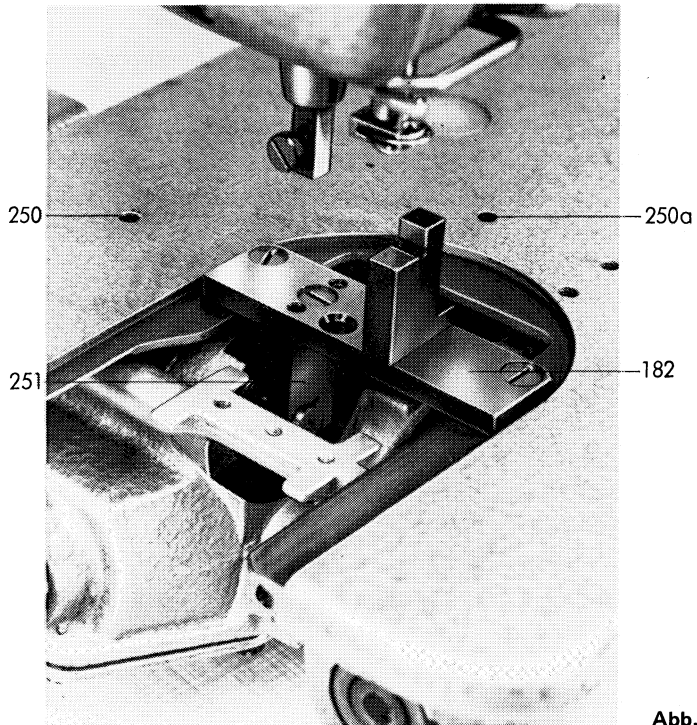

Abb. 37
1. Die Lehre 182 (Abb. 37) Bestell-Nr. 2653042 wie in Abschnitt 34. Absatz 1 bis 8 beschrieben auf der Stichplattenauflage befestigen und das Greiferantriebsgehäuse so verdrehen, daß die Greiferwelle an beiden Flächen des Winkels 251 anliegt (siehe Abbildung 37).
Beim Durchführen nachstehend beschriebener Einstellungen ist zu beachten, daß die Greiferwelle stets an den beiden Flächen des Winkels 251 (Abb. 37) der Lehre 182 anliegt.
5. Danach werden die Schrauben 222 und 223 fest angezogen, die Anschlagschrauben, die sich unter den Konterschrauben 250 und 250a (Abb. 37) befinden, wieder gegen das Greiferantriebsgehäuse gestellt und durch Anziehen der Konterschrauben gesichert.
6. Die Lehre 182 (Abb. 37) von der Stichplattenauflage entfernen.
4. Konterschrauben 250 und 250a (Abb. 37) Herausschrauben und die darunter befindlichen Anschlagsschrauben für das Greiferantriebsgehäuse um einige Gewindegänge zurückschrauben;
5. Konterschrauben 250 und 250a (Abb. 37) herausschrauben und die darunter befindlichen Anschlagsschrauben um einige Gewindegänge zurückschrauben;
7. je nachdem, ob kleiner Greifer ca. 35 Ø oder großer Greifer ca. 42 Ø vorhanden ist, die Lehre 182 (Abb. 37) (Bestell-Nr. 2653042) mit den Stichplattenbefestigungsschrauben so auf die Stichplattenauflage schrauben, daß der entsprechende Winkel 251 über der Greiferwelle liegt. Der Einstellwinkel 251 zum Einstellen des Gehäuses mit kleinem
8. danach das Gehäuse so verdrehen, daß die Greiferwelle an beiden Flächen des Winkels anliegt (siehe Abb. 37);